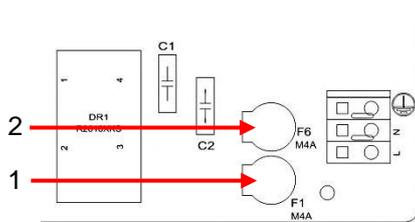

Abbildung 37
5. Lösen Sie die beiden Sichtscheibenhalter (siehe Abbildung 37).